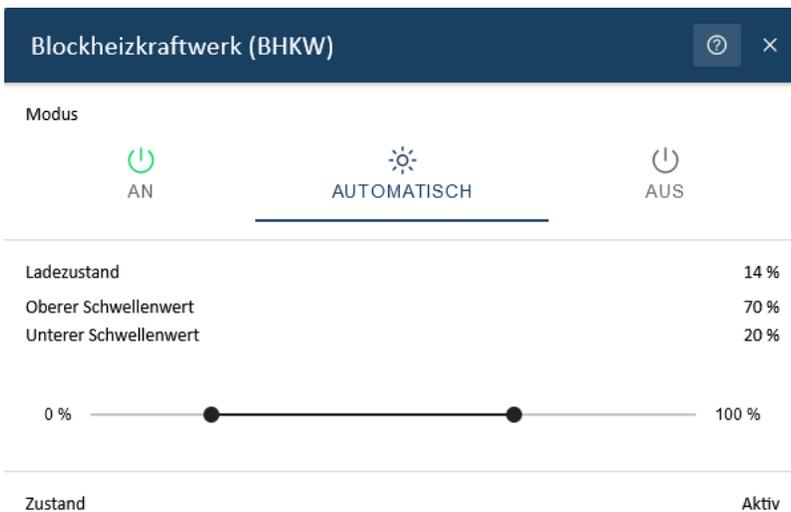

Abbildung 18. Modus - Automatisch
- Abbildung 18. Modus - Automatisch